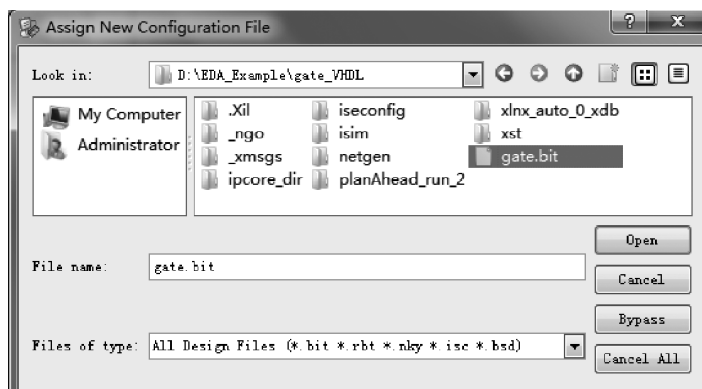

图 3.71 打开比特流文件
- (8) 弹出 Auto Assign Configuration Files Query Dialog(自动分配配置文件查询对话框)界面。单击 Yes 按钮,使用自动分配方式。
- (9) 出现如图 3.71 所示的 Assign New Configurior File(分配新配置文件)对话框界面,对于 VHDL 的设计者定位到下面目录